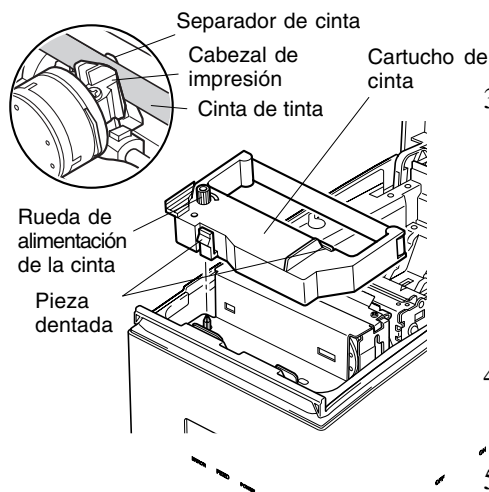

Fig. 5-2 Carga del cartucho de cinta
- 3 Coloque el cartucho de cinta en la dirección indicada en la Fig. 5-2 y presiónelo para cargarlo. Si el cartucho de cinta no ha quedado cargado, presione el cartucho a la vez que gira la rueda de alimentación de la cinta en la dirección de la flecha.